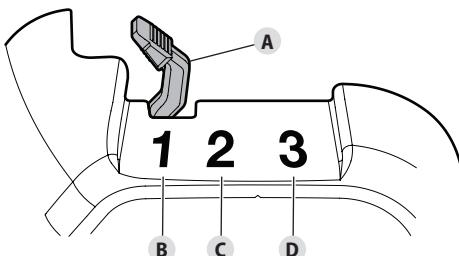

Fig. 13
- Déplacez le levier d'étrangleur (Fig. 13-A) en **Position 1** (Fig. 13-B).
- Déplacez le levier d'étrangleur en **Position 2** (Fig. 13-C).
- Déplacez le levier d'étrangleur en **Position 3** (Fig. 13-D). Laissez le moteur se réchauffer pendant 60 secondes de plus. L'appareil peut être utilisé pendant ce laps de temps.